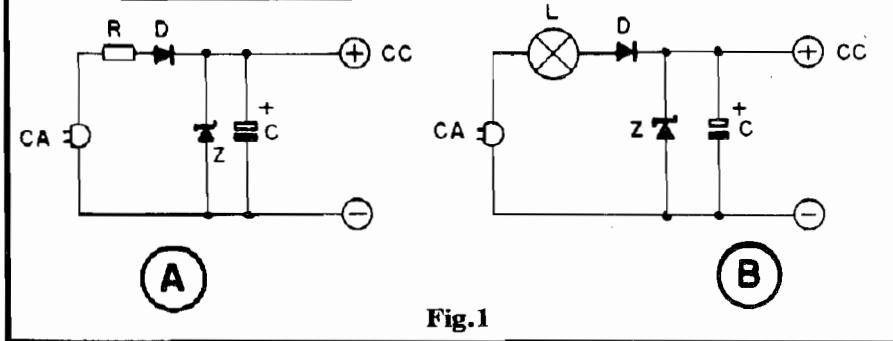

Fig.1
- A fig. 1-A mostra a estrutura convencional de uma Fonte sem transformador, baseada em Resistor/redutor: a "coisa" é muito simples (e o Hobbysta atento já deve ter "presenciado" arranjos do gênero em várias montagens elementares publicadas aqui mesmo, em APE, e em outras Revistas do ramo...): o Resistor R "segura" grande parte da Corrente, limitando-a a níveis aceitáveis para os demais componentes; o Diodo D retifica, o Zener Z estabiliza e o Capacitor C filtra e "armaze-
- Até ai, tudo bem... Se quisermos implementar o arranjo com uma lâmpada (conforme fig. 1-B) temos que saber: o valor ôhmico da dita lâmpada e a sua dissipação... Esse último requisito é de simples resolução, já que a "wattagem" das lâmpadas incandescentes comuns é **justamente** o parâmetro que vem nitidamente inscrito nas ditas cujas! Mas como saber a sua Resistência...? É fácil, também... Basta utilizar uma outra formuleta derivada da velha Lei de Ohm e dos cálculos básicos de Potência elétrica:
A título de "lembança", notem que se "enfileirarmos", em série, duas lampadinhas (dessa de botar no "Santo Antonio"... de 5W - 110V, teremos um "Resistor" de 4.840R x 5W, que - a propósito - servirá para o "lugar de R", nos exemplos dados e diagramados na fig. 1 (para uma Fonte com Saída de 12V x 0,02A)! Um resultado também bastante próximo e conveniente poderá ser obtido - em outra opção - com **uma** lâmpada de 10W - 220V (façam os cálculos e comprovem...)!